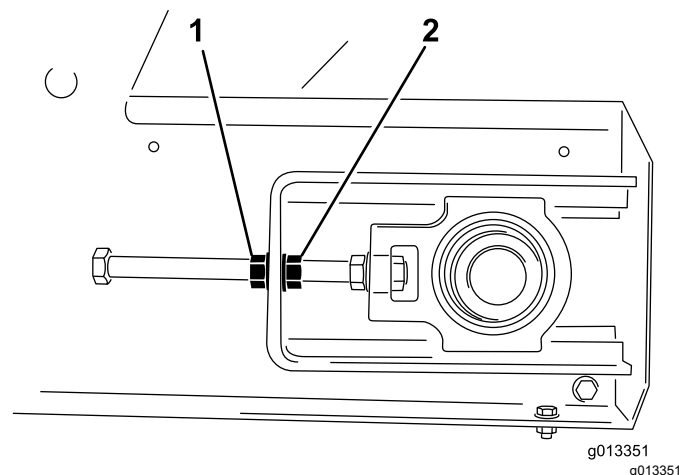

Figura 59
4. Com duas chaves, segure uma extremidade da barra tensora estacionária e, em seguida, desaperte a porca de bloqueio, a porca mais próxima da extremidade da barra (Figura 59).
3. No lado em que a correia está desajustada, segure a extremidade da barra tensora estacionária e, em seguida, desaperte a porca de bloqueio e aperte a porca de ajuste em duas faces da porca (Figura 59).